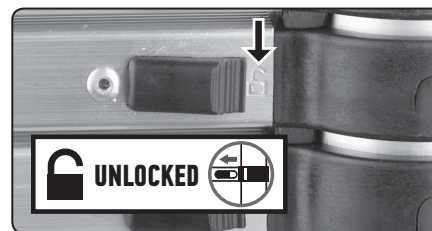

Abb. 6b
• Wenn die Sprossenverriegelung nicht verriegelt ist, ist das Symbol eines offenen Vorhängeschlosses auf der Sprosse sichtbar (Abb. 6b).